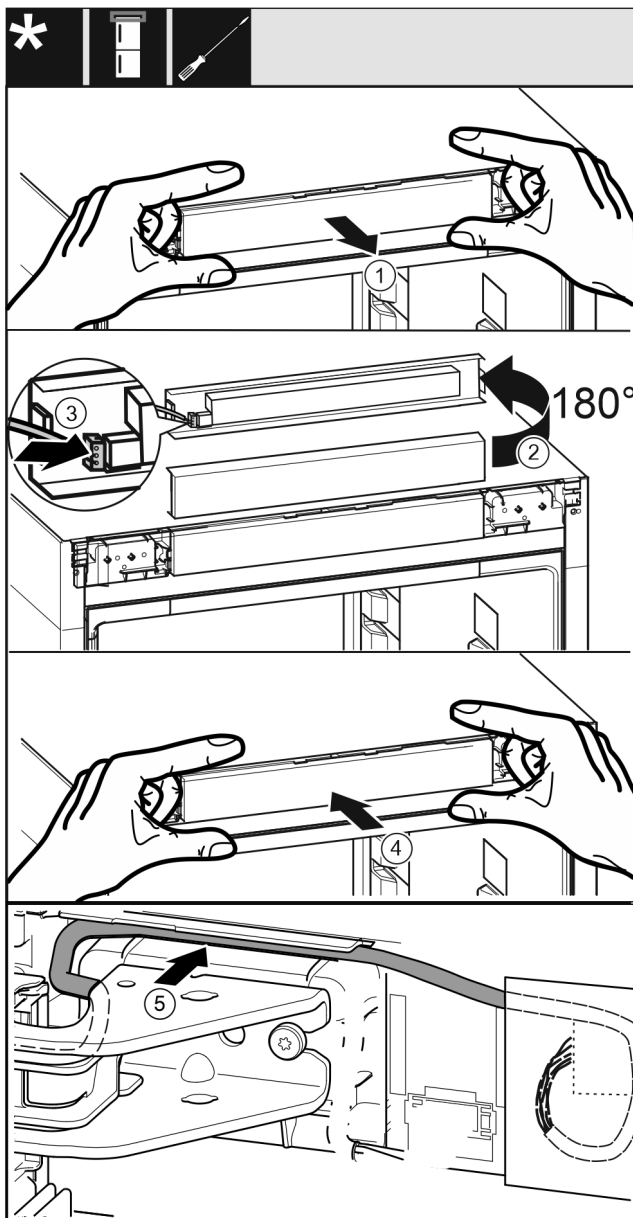

Fig. 43
- ▶ Bedieningspaneel er voorzichtig uitnemen. Fig. 43 (1)
- ▶ Paneel met 180° omhoog draaien. Fig. 43 (2)
- ▶ Stekker van het bedieningspaneel vergrendelen. Fig. 43 (3)
- ▶ Bedieningspaneel weer op het apparaat vastklikken. Fig. 43 (4)
- ▶ Grijze kabel voorzichtig in de geleiding boven de bovenste lagerbus monteren. Fig. 43 (5)